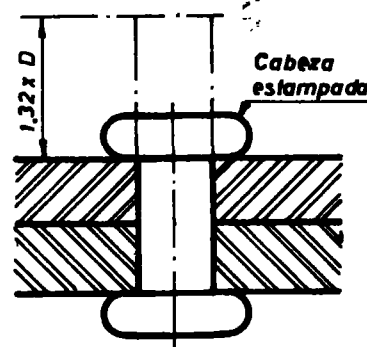

Fig. 6
- Para cabeza chata:  $E = 1,32\phi$  (fig. 6).